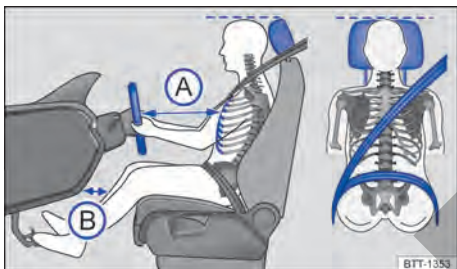

Fig. 19 Distancia correcta del conductor con relación al volante, posición correcta de la banda del cinturón de seguridad y ajuste correcto del apoyacabezas.
- Ajustar el asiento para que la distancia entre el volante y el tórax tenga como mínimo 25 cm → fig. 19 (A) y que el conductor pueda sujetar el volante del borde externo con las dos manos y los brazos ligeramente doblados.
- Ajustar el asiento del conductor de manera longitudinal para que los pedales se puedan accionar con las piernas ligeramente dobladas y la distancia de la zona de la rodilla con el panel de instrumentos sea de al menos 10 cm → fig. 19 (B).
- Para los asientos con apoyacabezas: ajustar el apoyacabezas para que su borde superior se encuentre preferentemente en la misma línea de la parte superior de la cabeza → fig. 19 – pero no por debajo de la altura de los ojos. Posicionar la parte posterior de la cabeza lo más cerca posible del apoyacabezas.